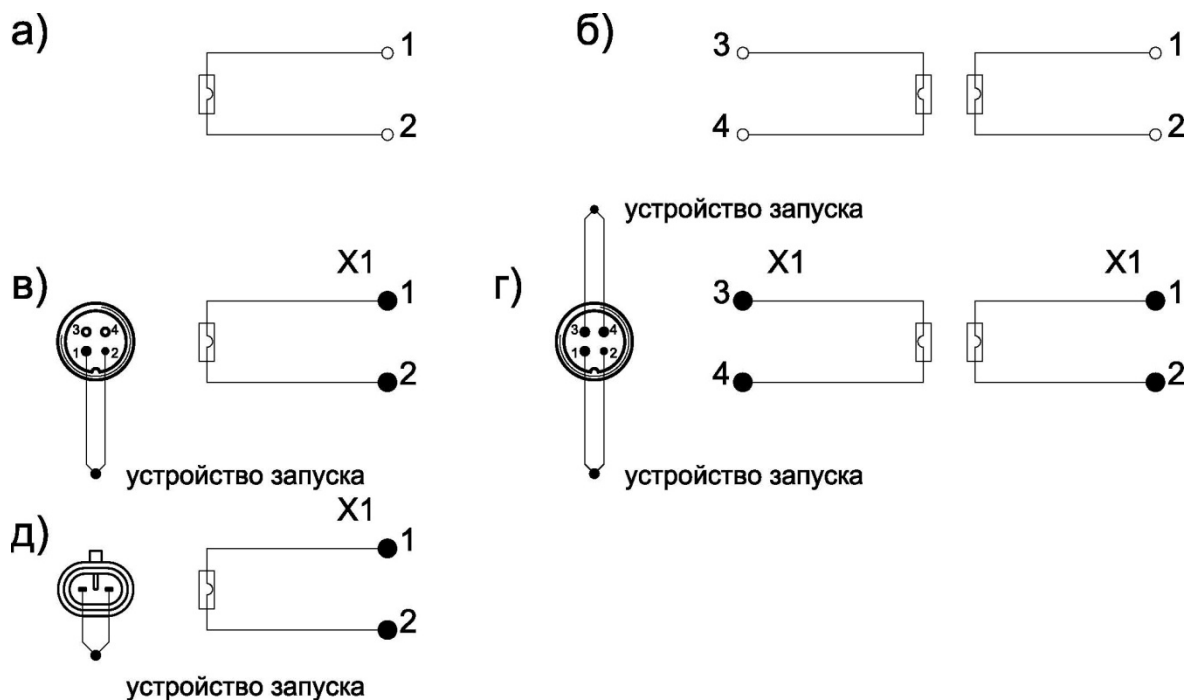

Рисунок 4. Схема подключения модуля к шлейфу запуска.
- 6.2 Подключение модулей к электрической цепи системы запуска осуществляется после прочного закрепления их на объекте и завершения комплекса пусконаладочных работ по всей системе противопожарной автоматики при отключенном источнике электропитания. Схема подключения модуля к шлейфу запуска показана на рис. 4.